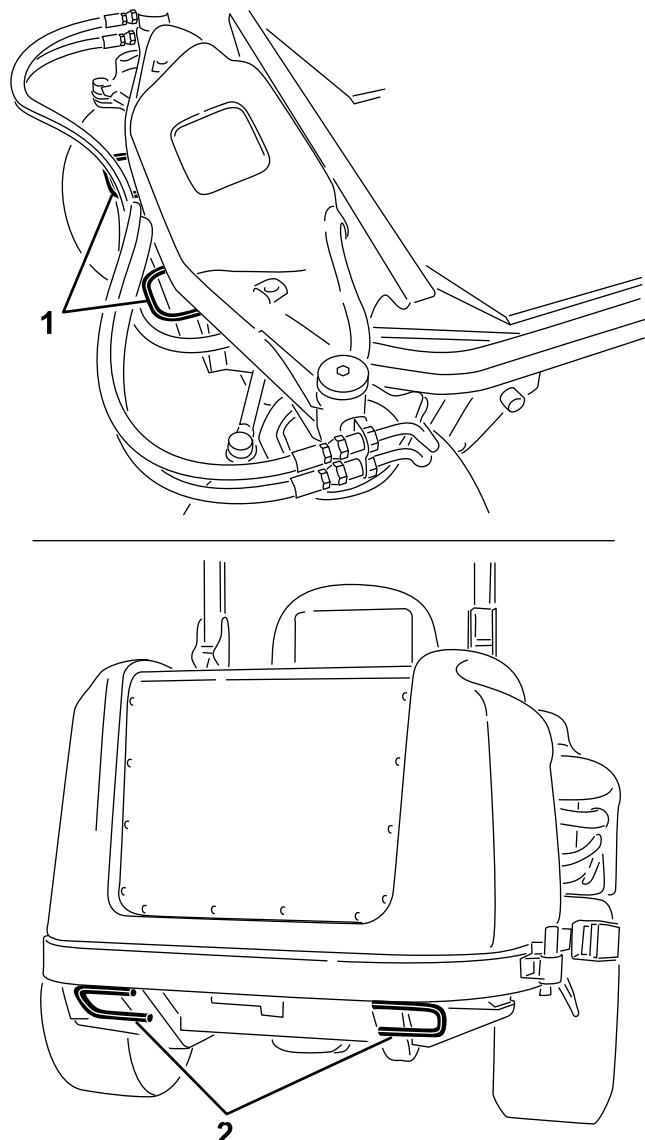

図 30
- ・ （また、トレーラやトラックに機械を載せて運搬する場合には、地域の交通規則にしたがって、ロープ、チェーン、ケーブルなどで確実に機体を固定してください（図 30）。